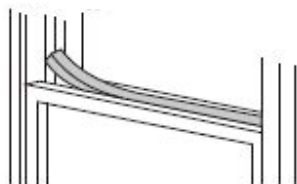

Fig. 11
5. Tăiați sigiliul din spumă la o lungime adecvată pentru a sigila partea deschisă dintre partea superioară a cercevelei ferestrei și partea exterioară a cercevelei ferestrei. După cum se vede în Fig. 11.